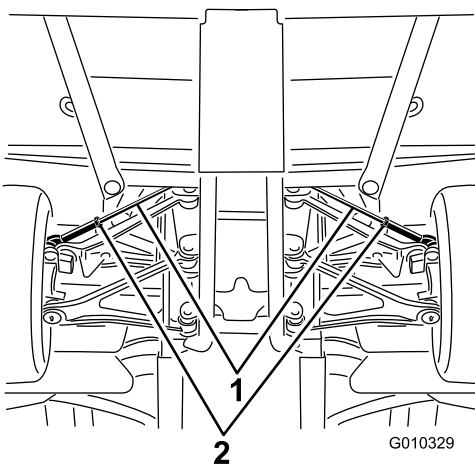

Figura 64
- A. Afloje la contratuerca del centro del tirante (Figura 64).